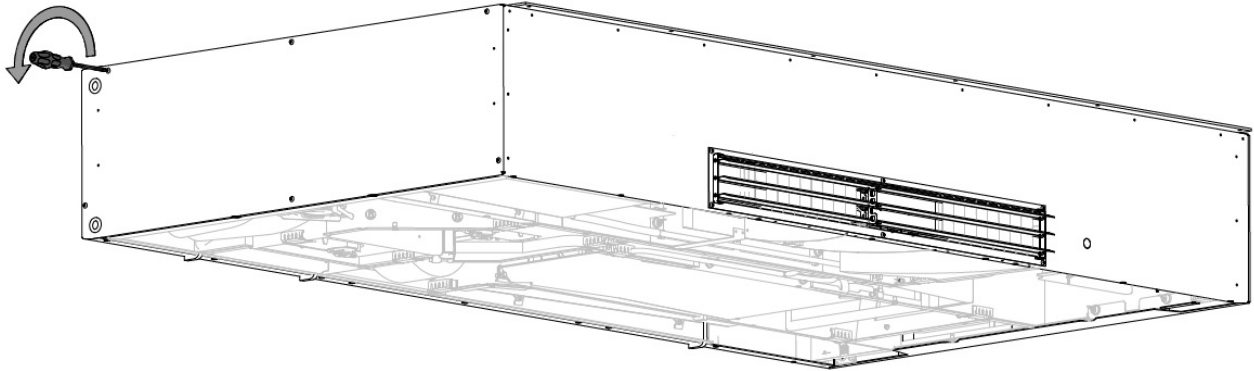

Abbildung 4: Demontieren der Seitenabdeckung, linke Seite
1. Demontieren Sie die linke Seitenabdeckung, siehe Abbildung 4. Legen Sie die Abdeckung vorsichtig auf eine Schutzunterlage, um Kratzer auf der Oberfläche zu vermeiden.